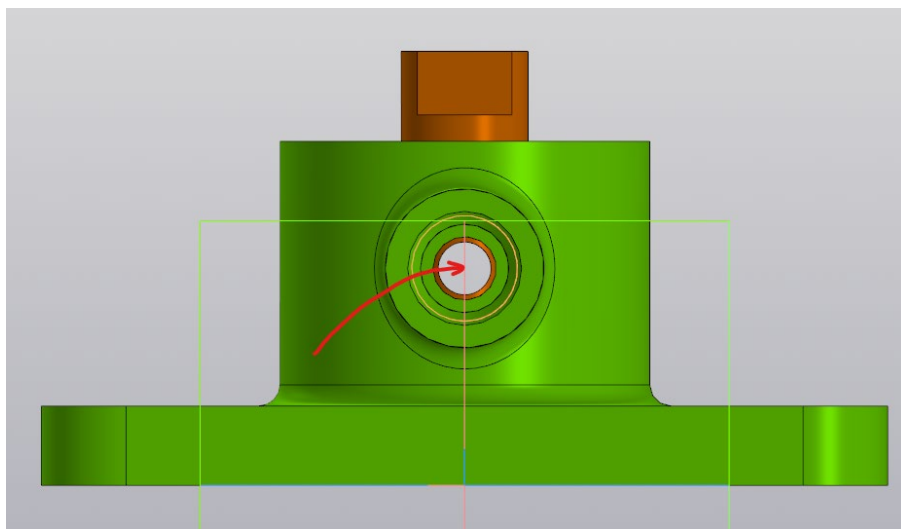

Рисунок 34 – Размещение крана нормально к плоскости ZX
3.7 Разверните сборку крана нормально к плоскости ZX (рис. 34). Обратите внимание, что отверстия штока и крана для подачи рабочей среды (воды) совпадают. Следовательно, крана находится в положении «Открыт».